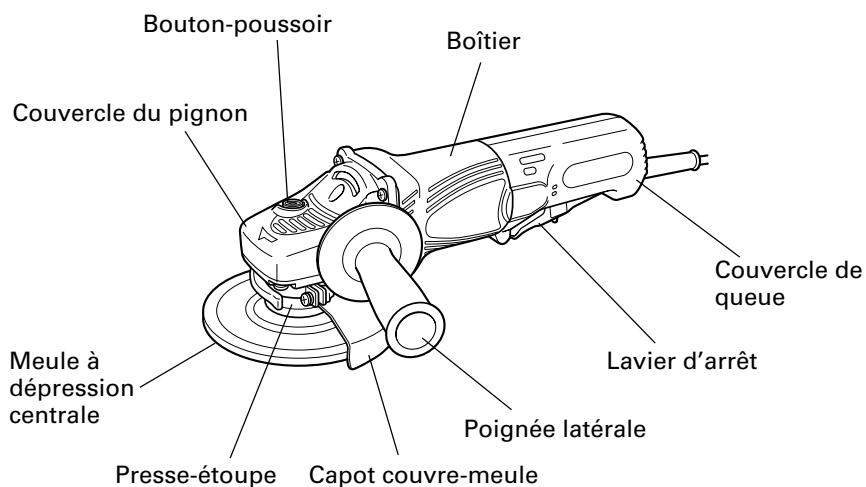

Fig.1
1. Maintenir la meuleuse fermement par sa poignée principale et sa poignée secondaire (Fig.1).